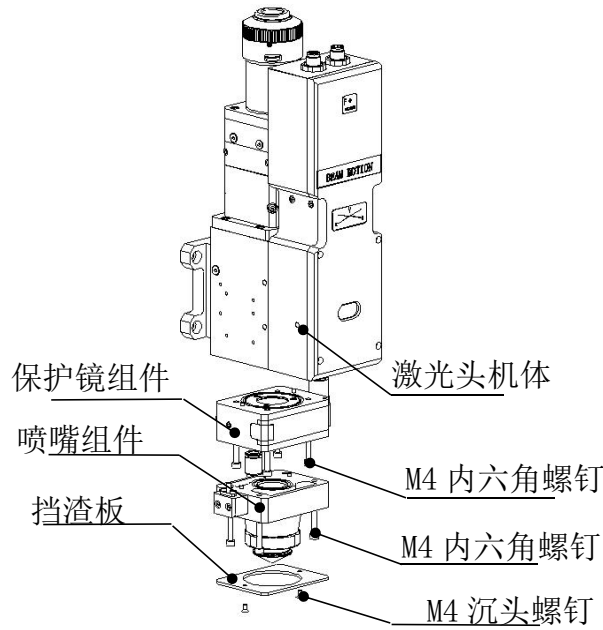

图 6.5 — 拆保护镜和喷嘴组件
- 水平放置激光头，如图 6.5 所示，从下往上依次取下锁紧螺钉；